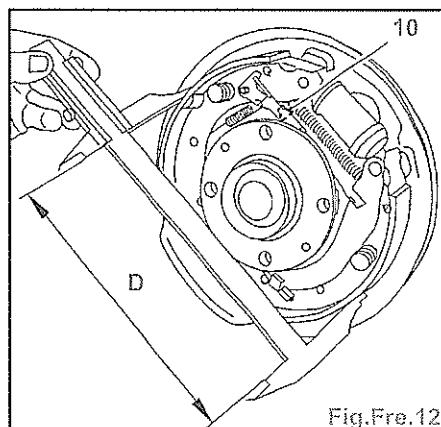

Fig.Fre.12
- Obtenir un diamètre D = 228 mm (Fig.Fre.12).
- la bielette de rattrapage (7),
- le levier et le ressort du système (8) du rattrapage de jeu,
- le ressort de maintien (4) du segment arrière.
- Reposer le ressort supérieur (3).
- Agir sur la molette (10) pour obtenir un diamètre D = 228 mm (Fig.Fre.12).